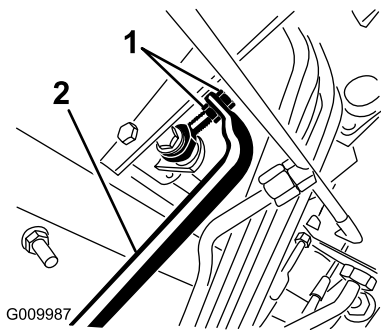

Figura 96
5. Ajuste las contratueras del extremo de la varilla de la bomba para desplazar el tubo de control de la bomba hacia adelante, para eliminar el movimiento de la máquina hacia adelante, o hacia atrás, para eliminar el movimiento hacia atrás (Figura 96).